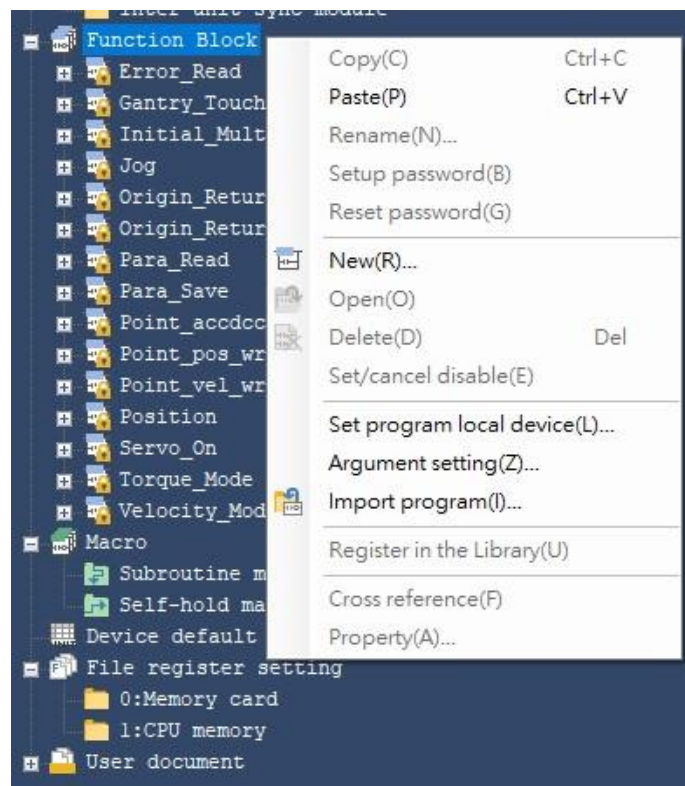

図 2.1
5. ファンクション ブロックをコピーし、ユーザー固有のプロジェクト ファイルに貼り付けます。 図 2.1 を参照してください。